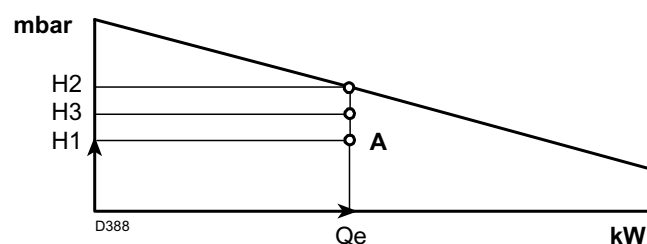

Abb. 41
Punkt A, der innerhalb des Betriebsbereichs bleiben muss (Abb. 41).
- 4 - Ziehen Sie eine Senkrechte vom Punkt A, Abb. 41, und lesen Sie den maximalen Druck H2 des Betriebsbereichs ab.
Ist H3 größer als H1, wie in Abb. 41, kann der Brenner den geforderten Durchsatz erzeugen.